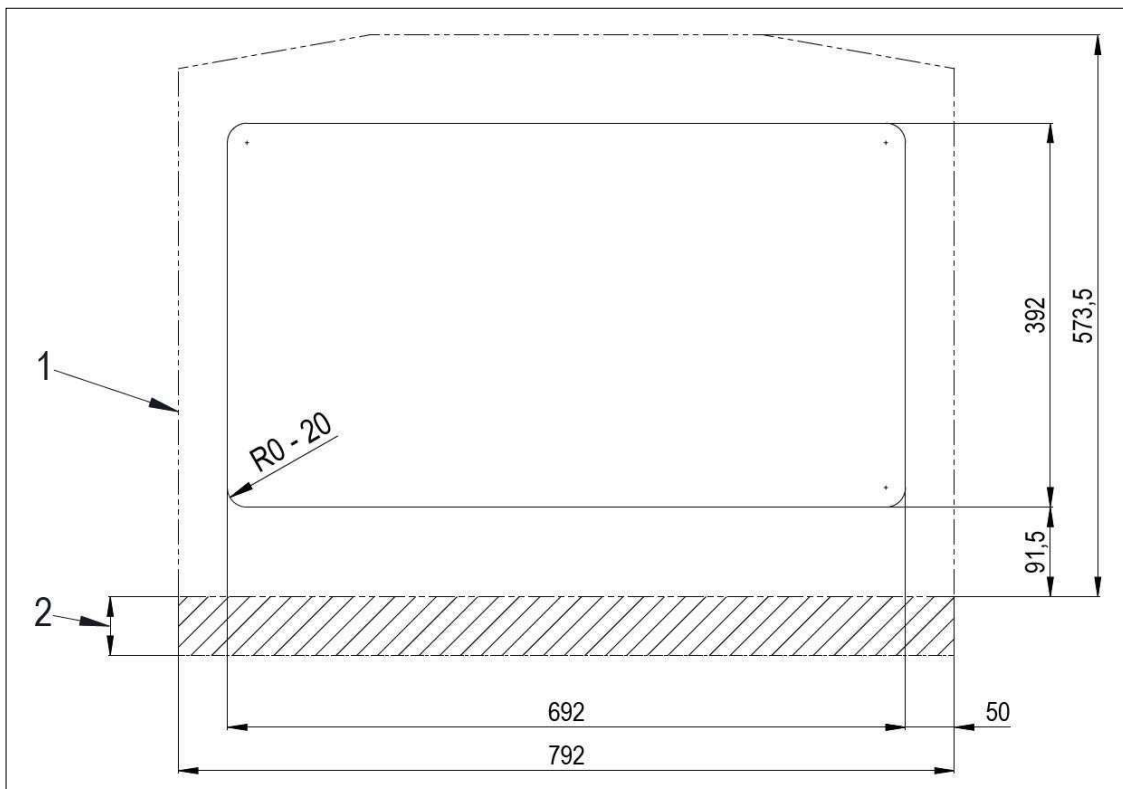

Abbildung 7 – PWT- Schaltschrank-Ausschnitt
- Schaltschrank mit Ausschnitt versehen. Vorgeschriebene Maße, siehe Abbildung 7